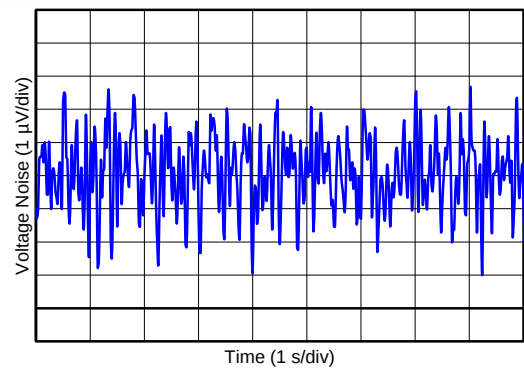

图 6. 0.1-Hz to 10-Hz Input Voltage Noise
0.1-Hz to 10-Hz Input Voltage Noise (5.5 V)	Figure 6